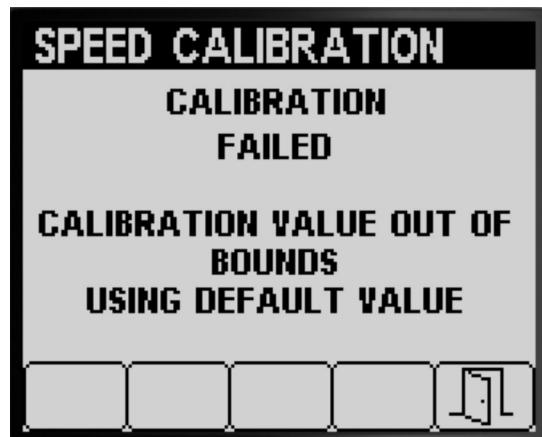

Рисунок 69
Примечание: Если значение калибровки находится за пределами допустимых значений (Рисунок 69), обратитесь в сервисный центр официального дилера Toro; в ином случае прочитайте сообщение об ошибке и выполните этапы калибровки, описанные в разделах Подготовка машины к калибровке скорости \(страница 28\) и Калибровка скорости \(страница 29\).
- Нажмите кнопку 5 для выхода из экрана Speed Calibration (Калибровка скорости) (Рисунок 68 или Рисунок 69).